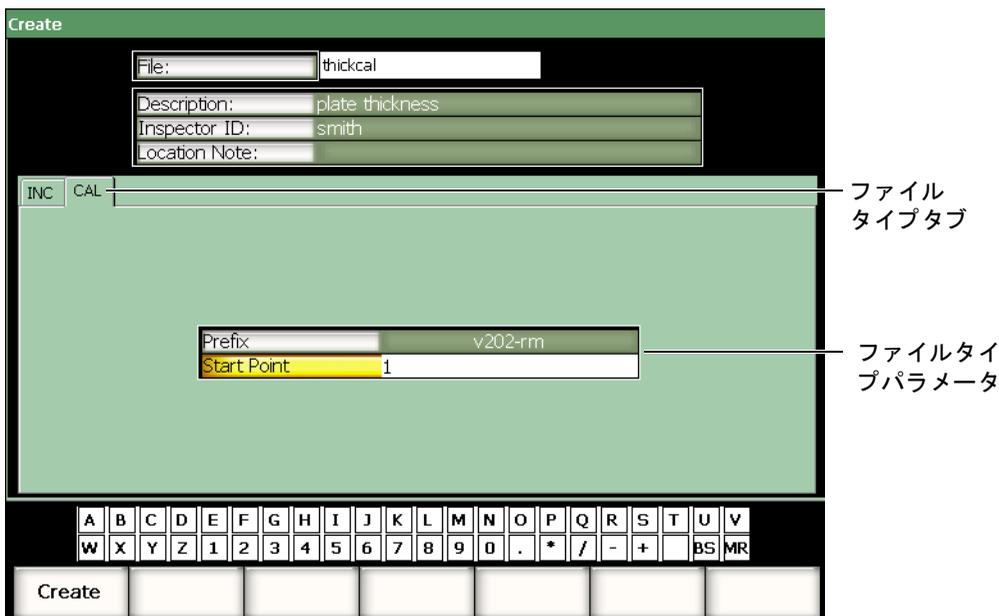

図 10-1 作成セットアップページ
1. **5/5 > ファイル > 作成**を選択し、178 ページ図 10-1 にあるように**作成**セットアップページを開きます。
4. 必要なファイルタイプのタブを選択します (178 ページ図 10-1 では、**校正**)。使用できるファイルタイプに関する詳しい情報は、185 ページ 10.3.6 を参照してください。